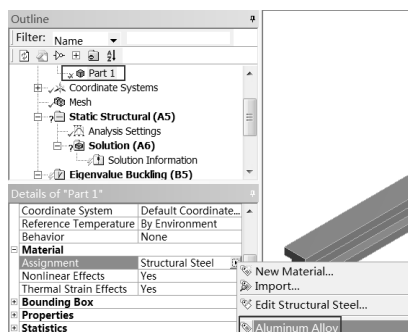

图 14-96 更改材料
Step3: 单击 Details of “Part1” 栏中 Assignment 选项后的 按钮, 如图 14-96 所示, 选择 Aluminum Alloy 选项。